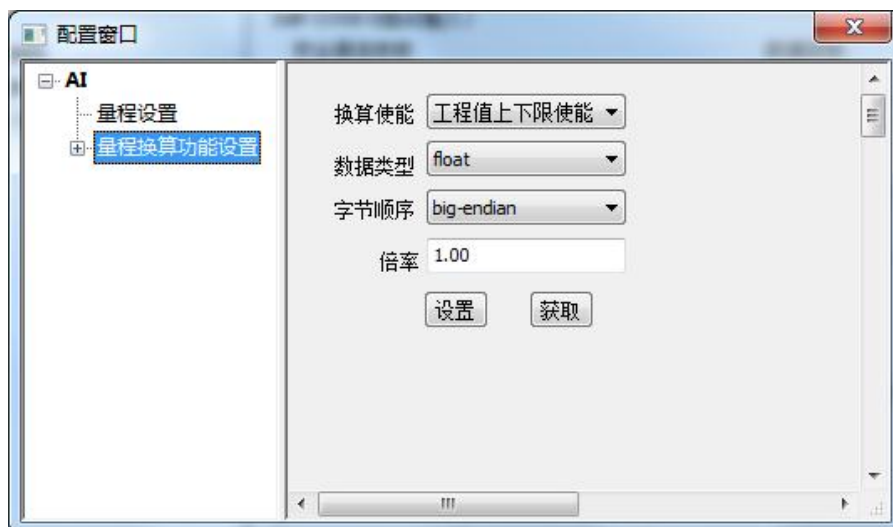

图 9
(2) 选择量程换算功能设置如图 9，打开“工程值上下限使能”，根据传输数据的大小选择“数据类型”，例程中传输的最大数值为 100，选择浮点数显示输出，选则 float 类型（数据大小和类型见表 4），“字节顺序”，是调整传输数据的大小端类型（没有要求默认大端模式），“倍率系数”是调整 float 类型的显示小数位精度的（没有要求默认即可）